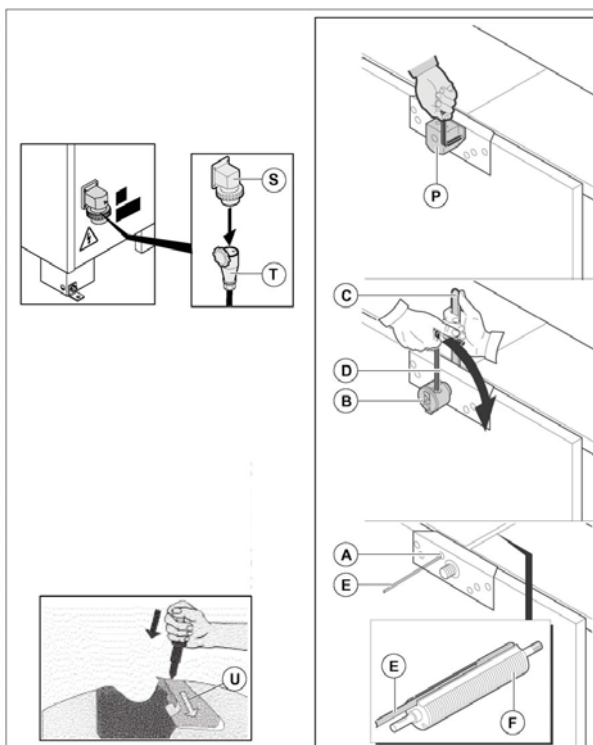

Fig. 7.4
- Smontare la protezione mandrino (P fig. 7.4).
- Smontare il mandrino (B fig. 7.4) (se presente).
- Per eseguire questa operazione, bloccare l'albero tersa inserendo una chiave a forchetta (C fig. 7.4) nella sede realizzata sull'albero.
- Inserire la chiave (D fig. 7.4) nel mandrino (B fig. 7.4) e svitare in senso orario.
- Ruotare l'albero pialla (F fig. 7.4) fino a portare il coltello da sostituire in corrispondenza del foro (A fig. 7.4) di estrazione.
- Introdurre il nuovo coltello (E fig. 7.4), o quello vecchio girato centrandolo perfettamente nel senso della lunghezza.
- Avviando la macchina, i lardoni (U fig. 7.4) si posizioneranno automaticamente.